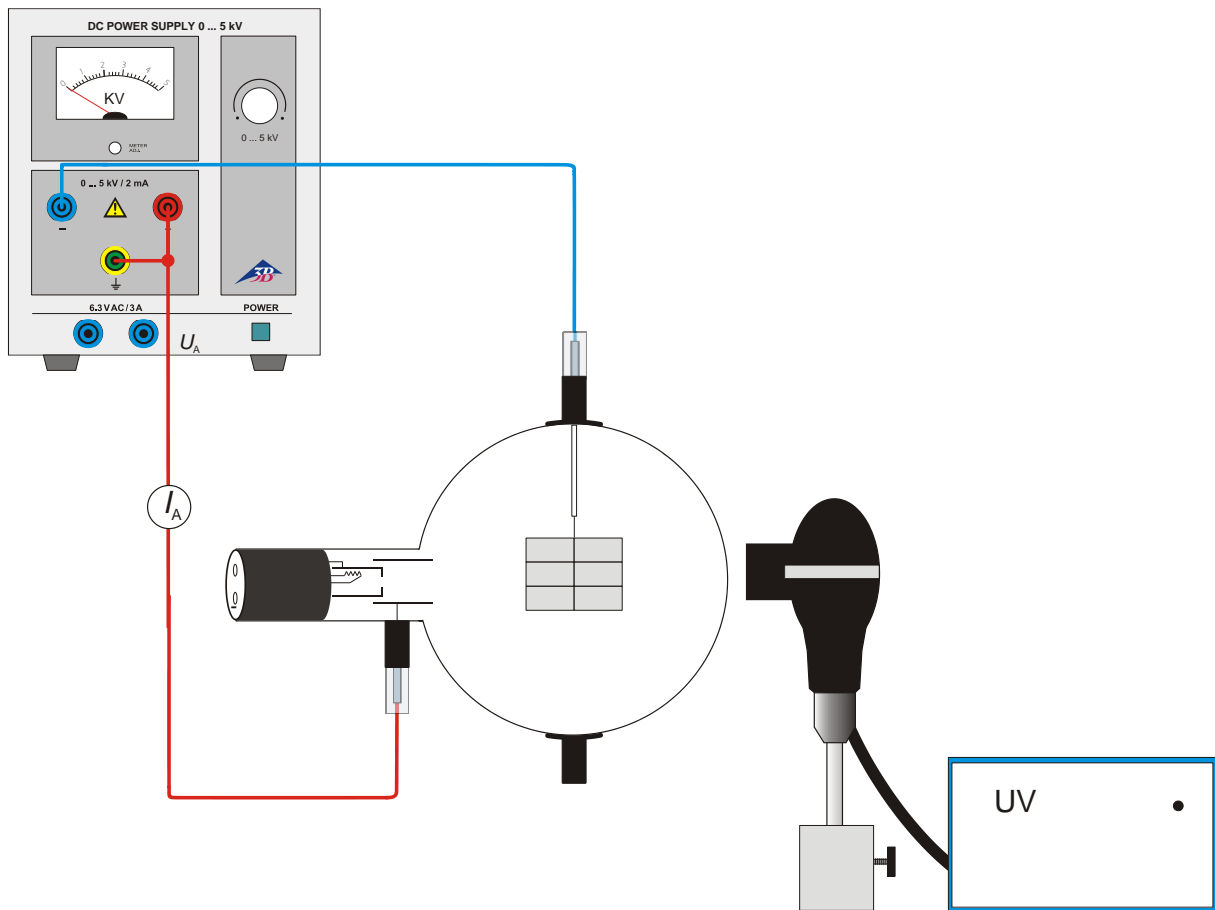

Fig. 2 Excitación con luz UV
- Se cablea el tubo de luminiscencia de acuerdo con la Fig. 2.